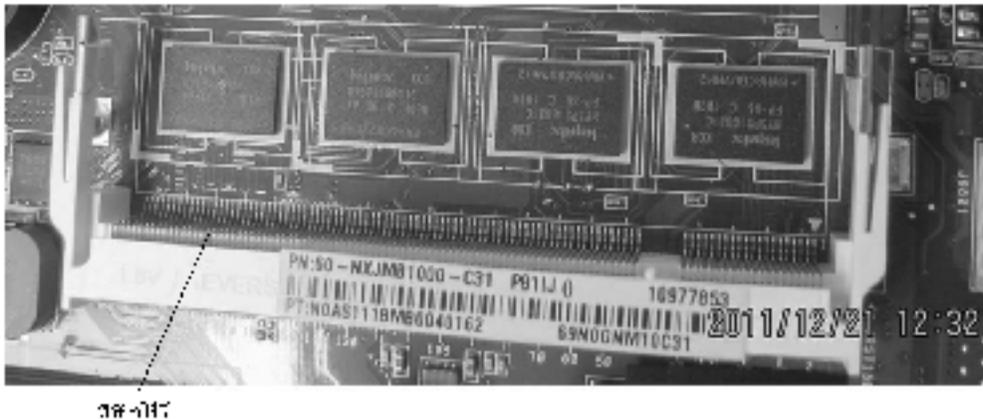

图 2-28 主板上的内存插槽
1) 内存插槽。主板上的内存插槽如图 2-28 所示，它一般位于 CPU 插座的下方，常见的为 DDR2 和 DDR3 两种类型。笔记本电脑一般配置了两条内存插槽，剩余的一条内存插槽可供用户日后升级使用。